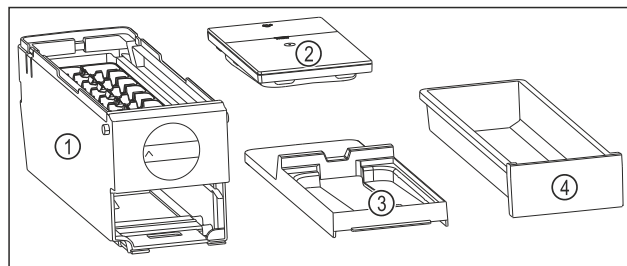

Fig. 106 Súčasti EasyTwist-Ice
- EasyTwist-Ice je rozložený na štyri časti. (pozri Fig. 106)
- Rozložte EasyTwist-Ice len na tie súčasti, ktoré sú na obrázku. (pozri Fig. 106)
- Korpus EasyTwist-Ice Fig. 106 (1) vyčistite ako celok.